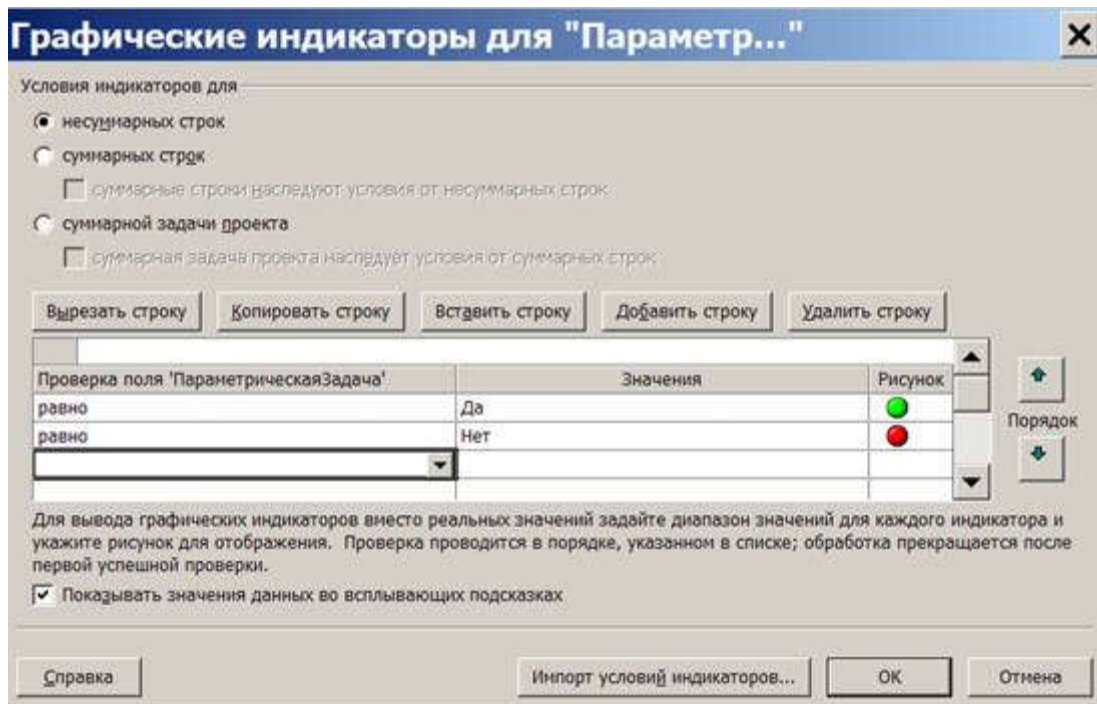

Рис. 6.25. Окно настройки графических индикаторов
- б) равно – Нет – Красный индикатор (см.рис. 6.25).